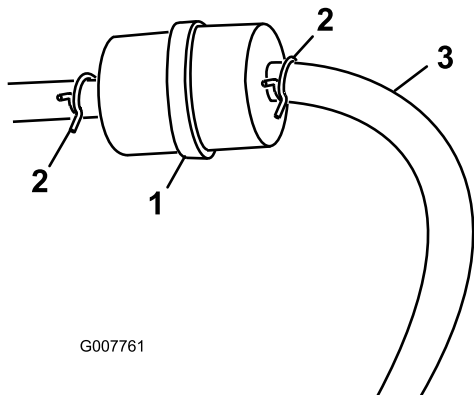

Figura 28
3. Apriete los extremos de las abrazaderas y deslícelas por el tubo alejándolas del filtro (Figura 28).
5. Instale un filtro nuevo y acerque las abrazaderas al filtro (Figura 28).
3. Afloje la abrazadera cerca del filtro de combustible y deslícelas por el tubo, alejándola del filtro de combustible (Figura 28).
4. Desconecte el tubo de combustible del filtro de combustible (Figura 28).
Nota: Deje que el combustible se drene en un recipiente (Figura 28).
5. Instale el tubo de combustible en el filtro de combustible. Acerque la abrazadera al filtro de combustible para fijar el tubo de combustible (Figura 28).